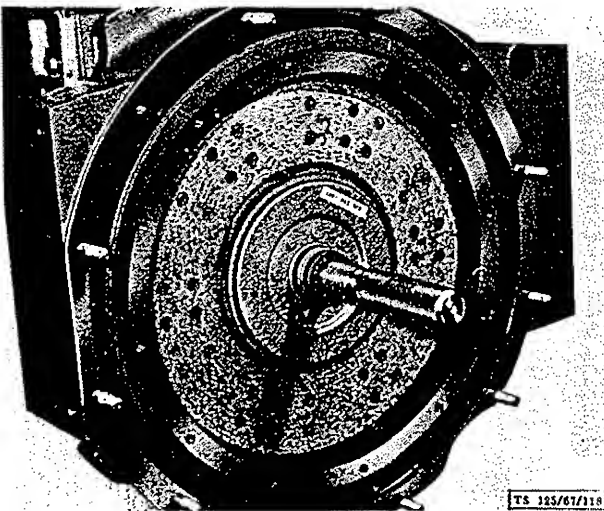

BILD 46: Zentrieren der Kupplung
13. Kupplung montieren. Damit beim späteren Einbau des Getriebes der vordere Zapfen der Kupplungswelle in das Nadellager der Kurbelwelle hineinfindet, muß die Kupplungsscheibe zentriert werden. Man verwende hierzu den Zentrierdorn RK 567 (Bild 46). Die Kupplung wird gleichmäßig und über Kreuz festgezogen.